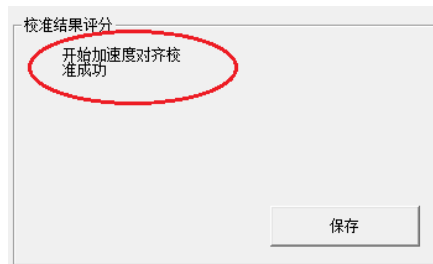

图 5-2-3
(3) 点击“开始对齐校准”按钮开始加速度对齐校准，成功后校准结果评分栏提示如图 5-2-3。